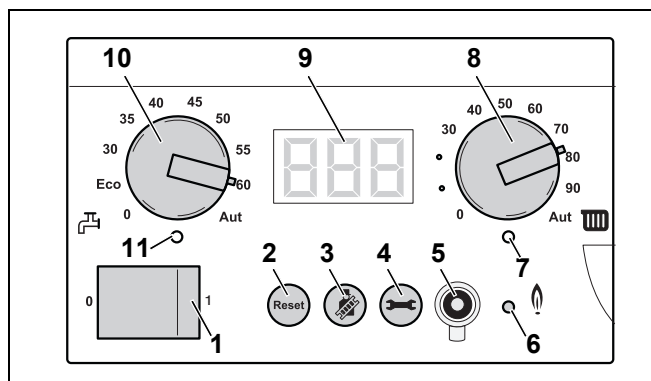

Bild 59 Grundkontroll BC10
På displayen (bild 59, pos. 9) kan displayvärden, displayinställningar och displaykoden för värmeanläggningen avläsas.
Med vridknappen för varmvattenbörvärde (bild 59, pos. 10) anges den önskade temperaturen för varmvattnet i varmvattenberedaren.
Lysdioden för varmvattenberedning (bild 59, pos. 11) tänds om ett värmekrav uppstått i varmvattnet och slocknar när värmekravet inte finns mer.
Du kan bläddra igenom menystrukturen för värme-pannan på BC10 med hjälp av knappen "reset", knappen för skorstenssotning och knappen för statusvisning (bild 59, pos. 2, 3 och 4) och displayen (bild 59, pos. 9) med tab. 8 till tab. 12.